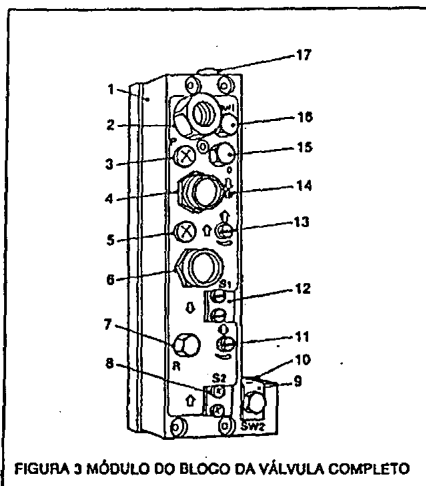

FIGURA 3 MÓDULO DO BLOCO DA VÁLVULA COMPLETO
VÁLVULA DE CONTROLO (FIGURA 3)
Abri totalmente (13), Figura 3.
Fechar (11), Figura 3.
Ligar a alimentação de ar e premir (6), Figura 3.
Regule a Figura 3 (11/13/14) de forma a obter as alimentações de avanço e de recuo para a operação.
Efectue uma série de furos experimentais para determinar o avanço ideal e regulações da HCU utilizando (11), Figura 3.